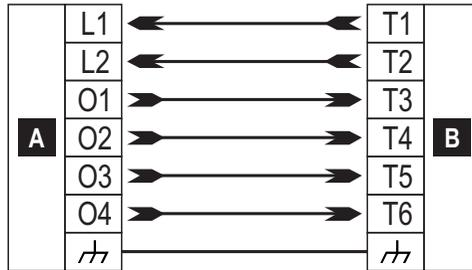

Abbildung 6 – Beispielhaftes Anschlussdiagramm zur Verwaltung der **Kyo320**-Alarmzentrale mit der **ConnectAlarm**-App.
- **Kyo320:** Eingangs- und Ausgangsoptionen dienen der Verwaltung der **Kyo320**-Alarmzentrale. Die Alarmzentrale kann am Wählgerät angeschlossen sein, wie in Abbildung 6 dargestellt.